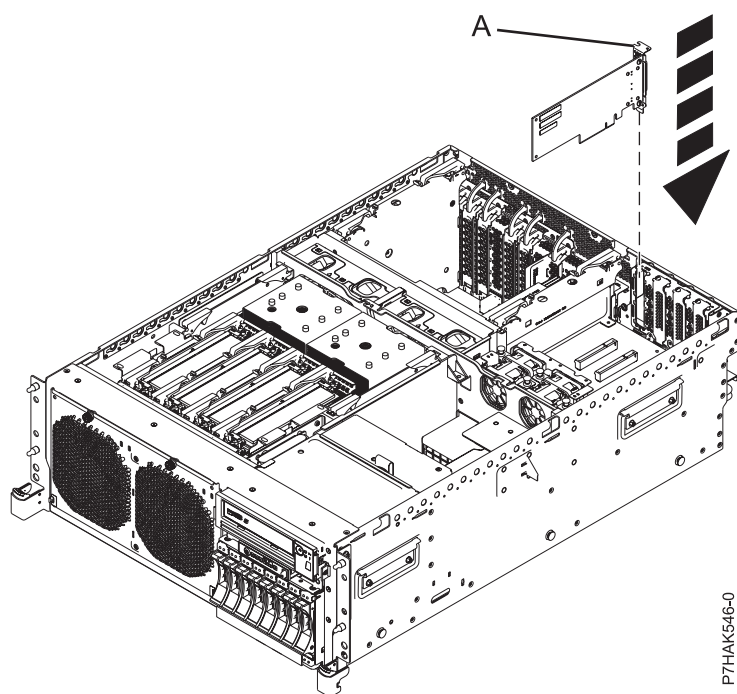
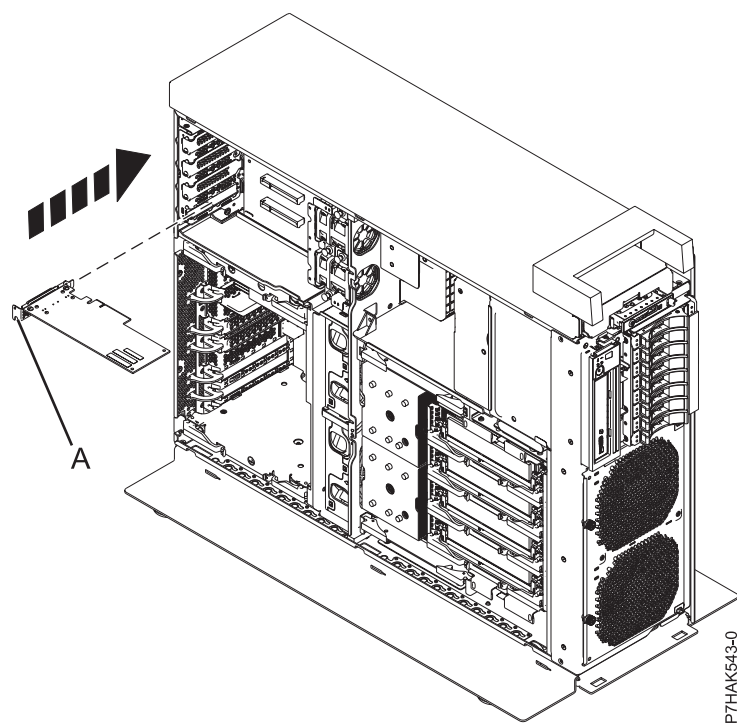

Figura 4. Instalación de un adaptador PCI en una tarjeta de expansión de la unidad del sistema montada en bastidor
Figura 5. Instalación de un adaptador PCI en una tarjeta de expansión de la unidad del sistema autónoma
18. Si el sistema tiene una tarjeta de expansión, presione el adaptador PCI para insertarlo en la ranura, utilizando la contrapunta del adaptador (**A**) como guía para colocarlo en su sitio, y luego presione el adaptador para insertarlo en su ranura, tal como se muestra en la Figura 4 en la página 7 y en la Figura 5 en la página 7.